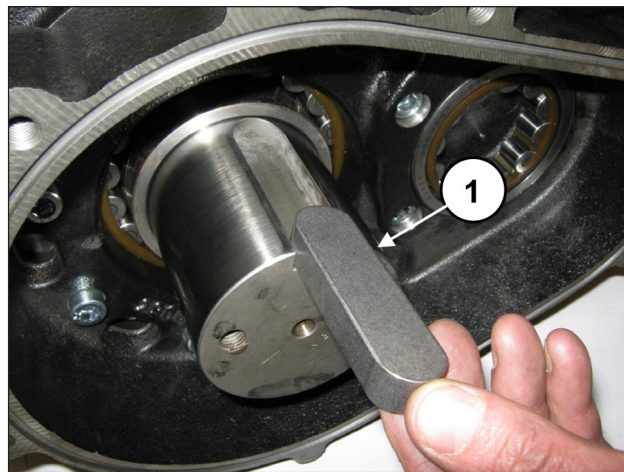
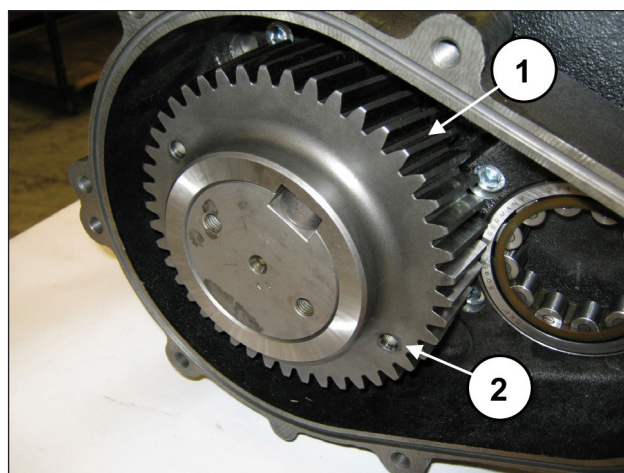

Рис. 76
Рис. 77
Установите шпонку 22x14x80 в гнездо на валу (поз. ①, Рис. 76) и наденьте зубчатое колесо на вал (поз. ①, Рис. 77).
Ведомая шестерня должна быть установлена так, чтобы оба отверстия М8 (используемые для съема) были обращены наружу насоса (поз. ②, Рис. 77).